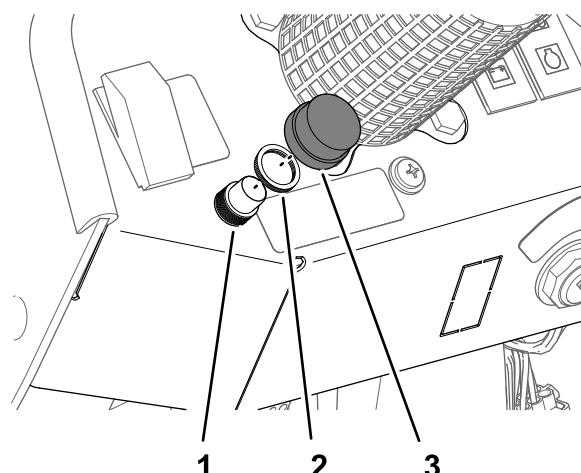

Figure 27
6. Montez le contacteur d'avertisseur sonore sur la planche de bord avec l'écrou moleté (5/8") et serrez l'écrou à la main (Figure 27).
7. Vissez le bouton sur le filetage du contacteur d'avertisseur sonore (Figure 27).